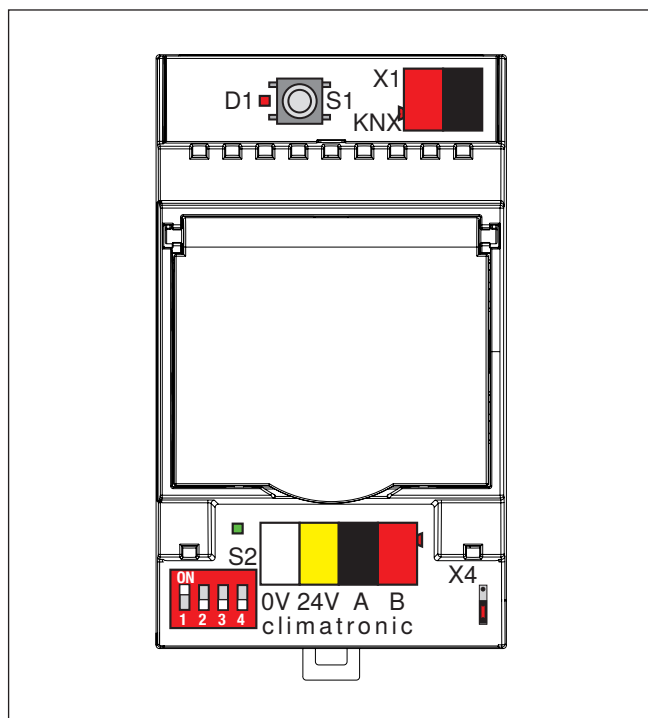

Abb. 3 KNX Gateway
Es können bis zu vier KNX Gateways pro WAREMA climatronic® System verwendet werden. Damit diese von der climatronic richtig adressiert werden können, müssen die Kodierschalter **S2** (siehe auch Abb. 3) gemäß folgender Tabelle eingestellt werden.
- Drücken Sie die Programmiertaste **S1** (Abb. 3), um das Gerät in den Programmiermodus zu versetzen. Bei aktiviertem Programmiermodus leuchtet die rote LED **D1**. Die Programmierung erfolgt durch PC und entsprechende Software. Diese Software beendet den Programmiermodus automatisch. Die rote LED erlischt.